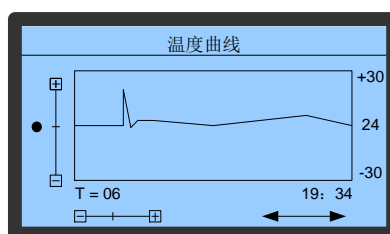

图6-22 温度曲线
1、在**温湿度曲线**菜单界面中可选择进入**回风温度曲线**子菜单，如图 6-22 所示。